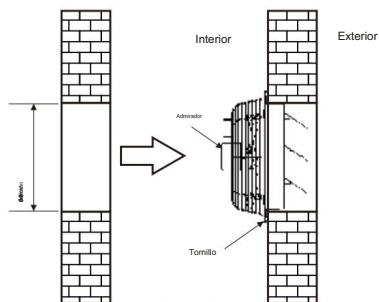

Imagen 1
2. Fije el ventilador a la pared con el perno. (Imagen 1)